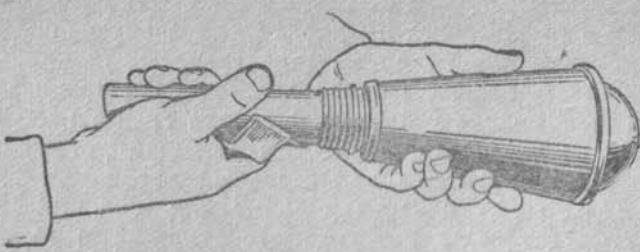

Рис. 7. Свинчивание рукоятки с корпуса гранаты
1. Свинтить рукоятку с корпуса гранаты (рис. 7).